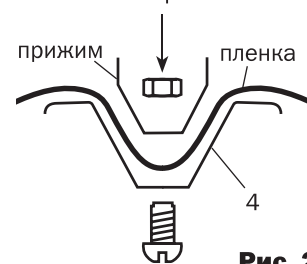
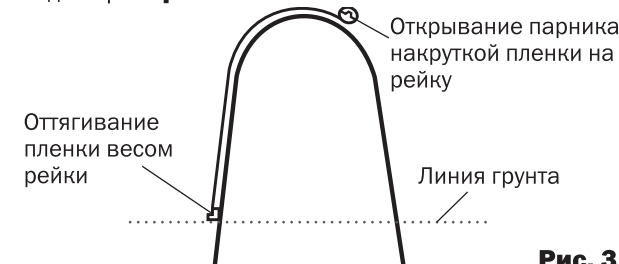

Рис. 2
Рис. 3
- 2.** Вдоль парника натягиваются две нити для подвязки выращиваемых овощей. Кусками пленки обтягиваются крайние дуги с помощью нитей, натягиваемых по желобку дуг. На концах этих нитей привязываются крючки, для которых в удлинителях дуг сделаны отверстия. Основное покрытие - полоса пленки длиной 5,2м защемляется на перекладине прижимными рейками. Боковые края полосы защемляются прижимами в свободных рейках, собираемых из деталей **4** (по 4 шт. в рейке) **рис.2**. Открывается и закрывается парник с помощью свободных реек **рис.3**.